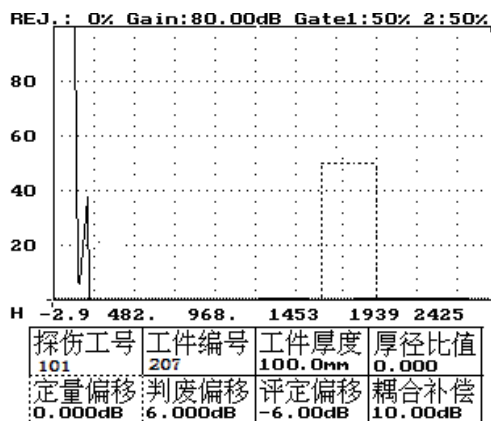

图 5-1
4. 按方向键——将虚框移到定量偏移参数上。如图 5-1 所示。